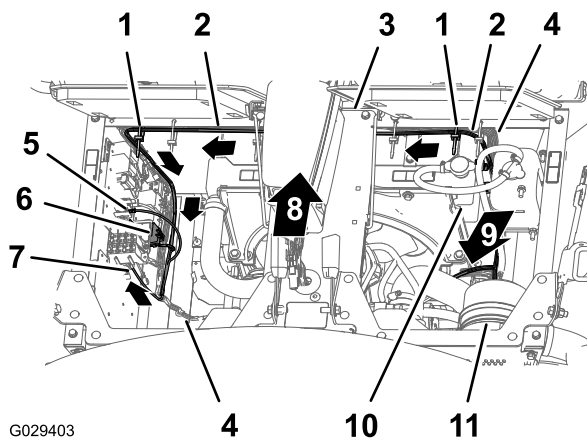

図 11
3. エンジンルーム用の 197cm の枝 リング端子、ソケット端子、5口コネクタがついている を、ラジエーターの右側に沿って上方へ導き、ラジエーター上部に沿って中央コンソールのベース部の下まで導く 図 11。
4. ケーブルタイを使って、仕上げキット用ワイヤハーネスを車両用ワイヤハーネスに 図 11 のように固定する。